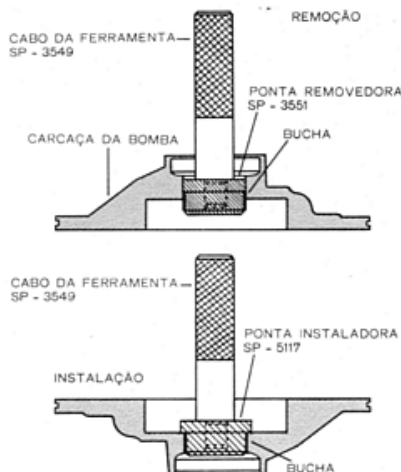

Fig. 45 — Substituição da bucha da bomba de óleo
- Com a carcaça da bomba ainda apoiada sobre uma superfície limpa e lisa, colocar a bucha e a ponta instaladora dentro do alojamento da bucha na carcaça. Colocar o cabo — Ferramenta SP-3549 sobre a ponta instaladora (Fig. 45).